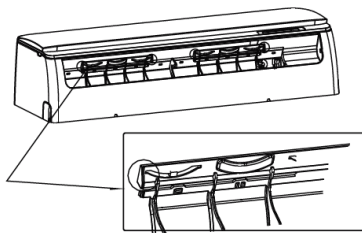

fig. 8 -
Pour régler la direction du flux d'air horizontal ("fig. 8 -"), agir manuellement sur les leviers du déflecteur.
2.11 BOUTON DE SECOURS ("fig. 8 -")